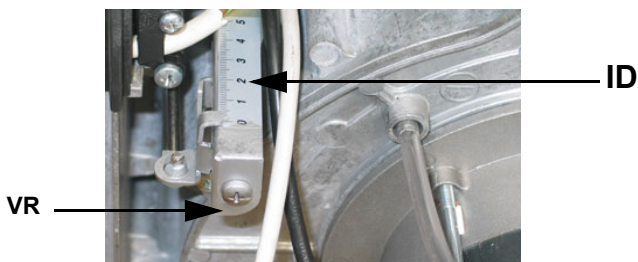

Рис. 27
- 2 запустить горелку, установив на **ON** главный выключатель **A** горелки: в случае блокировки (при этом загорится индикатор **B** на электрощите) нажать кнопку **RESET (C)**, находящуюся на панели электрощита горелки (См.);
- 3 снять крышку сервопривода: держать сервопривод в положении розжига (положение розжига = 0° на индикаторе воздушной заслонки **ID** - см. следующий рисунок на Рис. 27)
8 расслабить винт **VR** (см. Рис. 27)
9 сместить индикатор **ID** (Рис. 27) вдоль градуированной прорези в сторону + или -, для увеличения или уменьшения расхода воздуха, на основании требуемых значений продуктов сгорания;